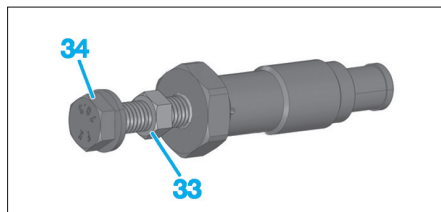

Fig. 16
- un écrou M10 (33) sur une vis (34) diamètre M10x150, longueur 100 mm (Fig.16),
- l'ensemble (33), (34) sur le tendeur modifié.